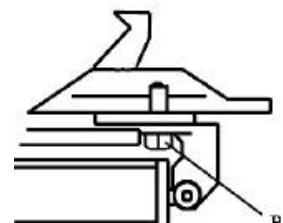

Fig. 15
Remarque : Après les 20 premiers jours d'utilisation, fixez les mâchoires en resserrant les vis (B) sur le plateau tournant (fig. 15).